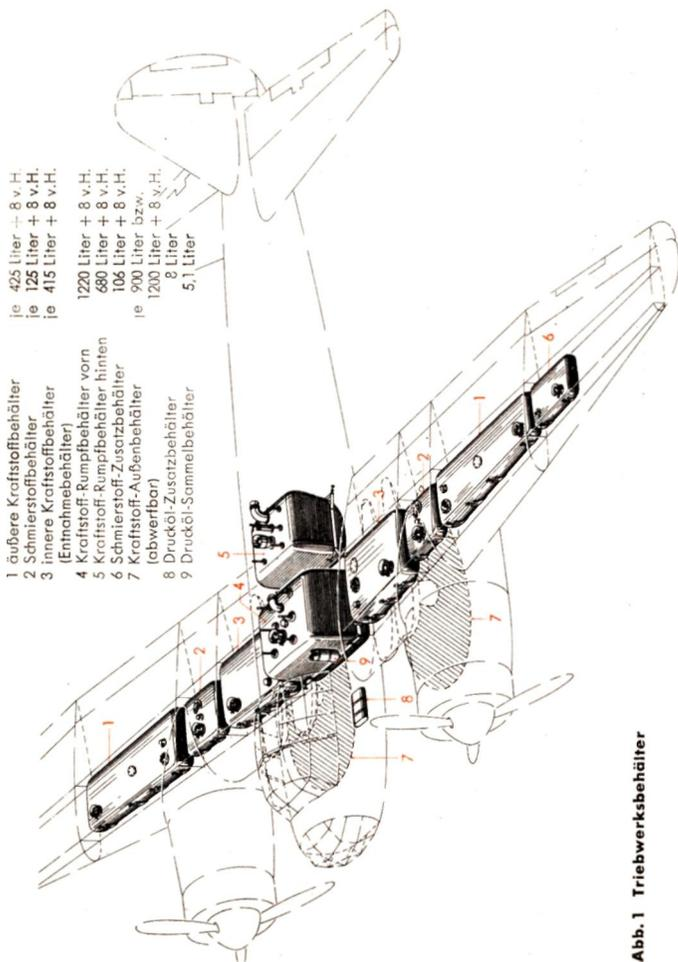

Abb.1 Triebwerksbehälter
Die Aufteilung der Kraftstoff- und Schmierstoffbehälter in den einzelnen Rüstzuständen ist folgende (siehe auch Abb. 1):
Als Entnahmebehälter dienen bei der Kraftstoffanlage die inneren Flügelbehälter (3) (Abb. 1). Durch die in ihren Behälterköpfen eingebauten elektrischen Pumpen kann den Motoren zur Unterstützung der